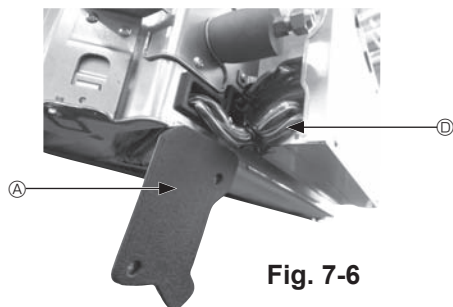

Fig. 7-6
- ① Retirez les deux vis de fixation du couvercle des fils de l'appareil principal, puis ouvrez le couvercle.
- ② Faites passer les fils du capteur i-See et du récepteur de signal dans les entrées de fils du boîtier des composants électriques, comme montré sur le schéma, et autour des traversées isolées sur le côté de l'appareil principal. (Fig. 7-6)